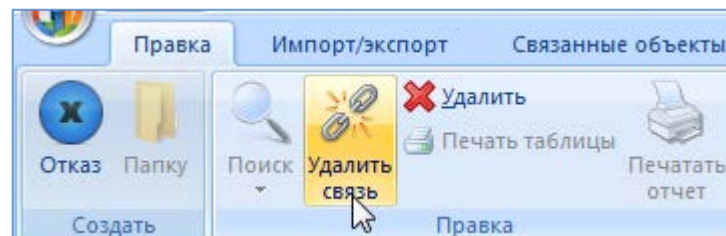

Рис. 27-26 – Панель «Правка»
- 4) Нажать кнопку «Удалить связь» панели «Правка» (рис. 27-26).